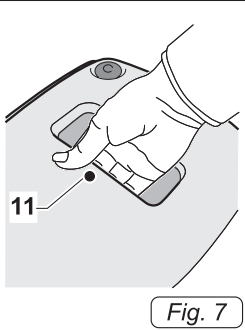

Fig. 7
- Para su elevación introducir los dedos de la mano en la empuñadura (11 Fig.7) de la parte superior de la tapa.